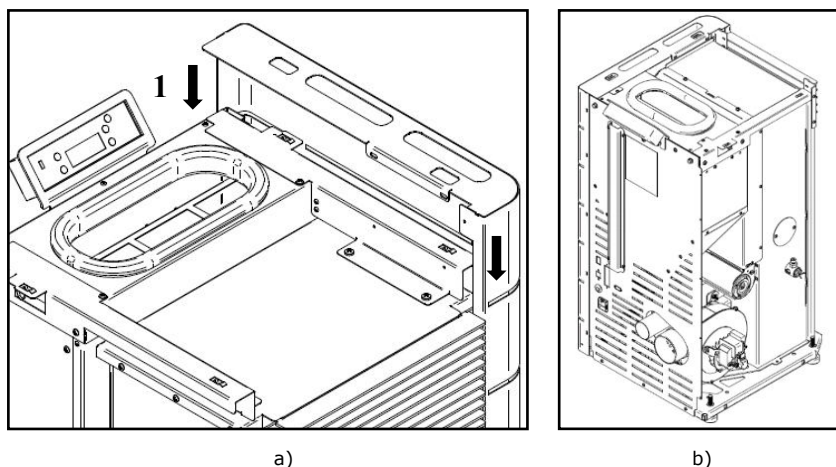

Figure 21 - Fixation des latérales de l'habillage
c) Ensuite glissez l'habillage latéral en descendant ; pendant le montage de l'habillage, assurez-vous que le rabat sur la partie supérieure de l'habillage (1) reste plaqué à la structure du poêle et que l'habillage se plaque sur les parties supérieures et arrière de l'équipement, comme le montre la Figure 21-b.